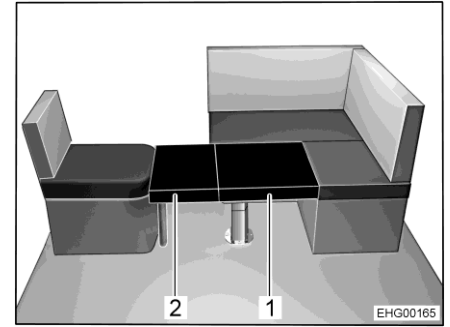
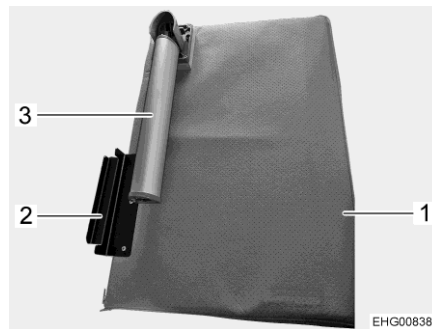

Bild 126 Nach dem Umbau
Bild 127 Zusatzbrett
- Fußstütze (Bild 127,3) am Zusatzbrett (Bild 127,1) ausklappen.
- Haltewinkel (Bild 127,2) des Zusatzbretts am Einzelsitz einhängen und Zusatzpolster (Bild 126,2) auf die Tischplatte legen.
- Zweites Zusatzpolster (Bild 126,1) auf die Tischplatte legen.